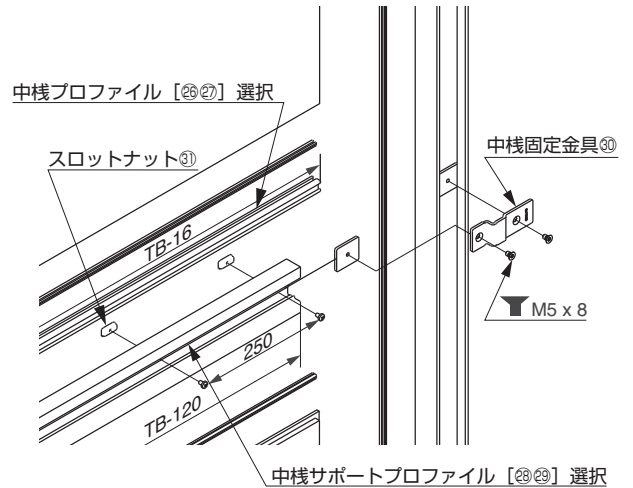

図 2-5-2
- (1)中棧プロファイル(26または27)は、中棧固定金具⑩およびスロットナット⑪で組み立ててください。あとで修正することがあるので、本締めはしないでください(図 2-5-2)。